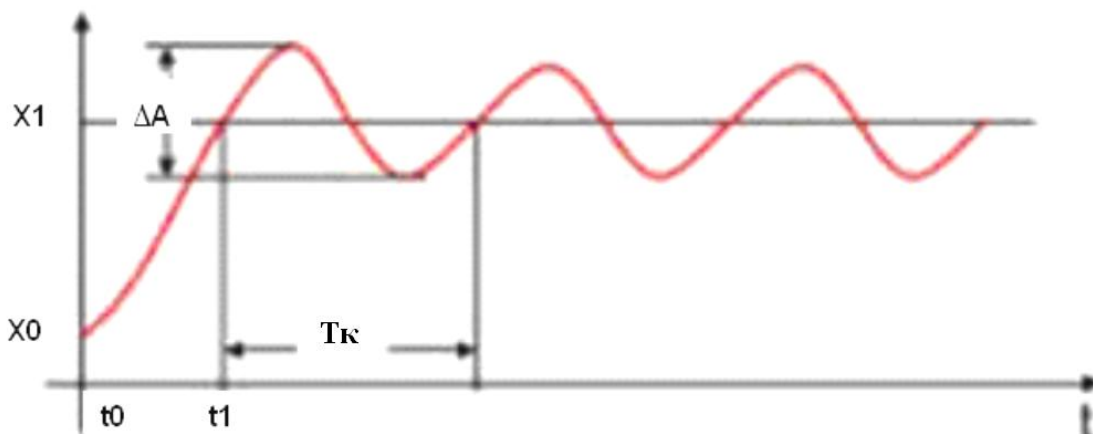

Рис.1
5. Контур регулирования выводят на границу устойчивости. Для этого постепенно увеличивают коэффициент пропорциональности K_p до критического значения ($K_p \text{ крит}$), при котором контур войдет в режим колебаний (см. рис. 1).